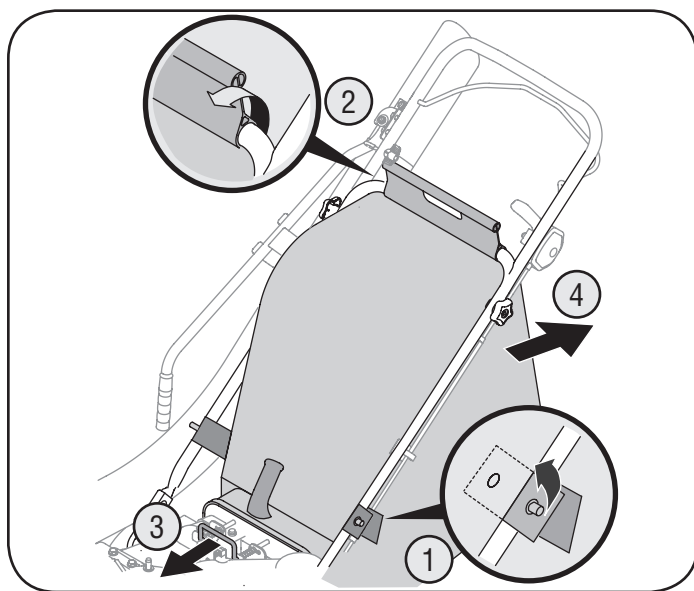

Figura 12
2. Suelte el broche de la bolsa a presión de la parte superior de la manija inferior. Vea la figura 12.